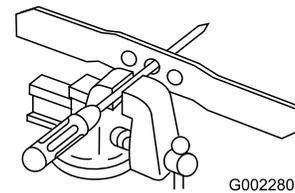

Bild 26
8. Schmieren Sie mit dem Finger etwas Öl auf die Dichtung des neuen Ölfilters (Bild 26).
1. Prüfen Sie die Auswuchtung des Messers, indem Sie das mittlere Loch im Messer über einen Nagel oder einen Schraubenzieherschaft hängen, den Sie horizontal in einen Schraubstock einklemmen (Bild 26).